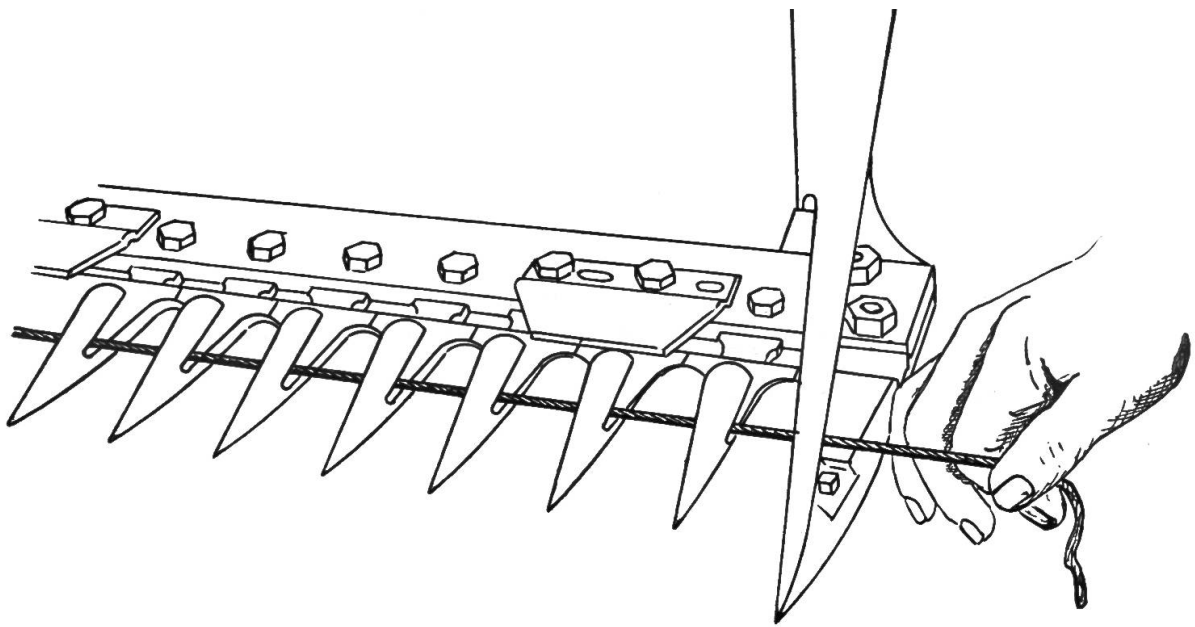

Abb. 5: Kontrolle der Fingerstellung mit gespannter Schnur. So werden zu tiefe Finger gefunden.
3. Aufsuchen zu tiefer Finger mit der Schnur (Abb. 5); richten mit Hammer.